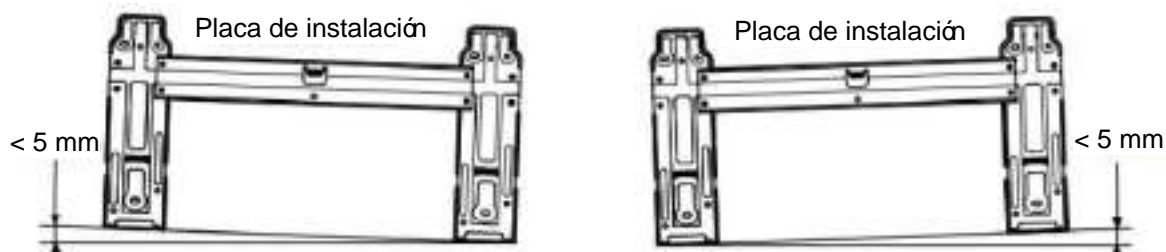

Fig. 4
- Desmonte la placa metálica de instalación de la unidad interior. Ajuste la placa de instalación en posición horizontal. La diferencia de altura entre el lado derecho e izquierdo de la placa de instalación deberá ser menor de 5 mm. (Fig. 4)